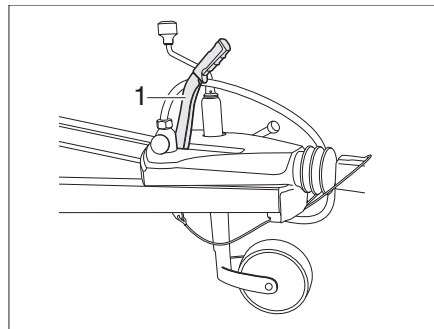

Fig. 13 Frein à main
- Pour le desserrer, tirer le levier de frein (Fig. 13,1) vers le haut et ensuite l'abaisser.